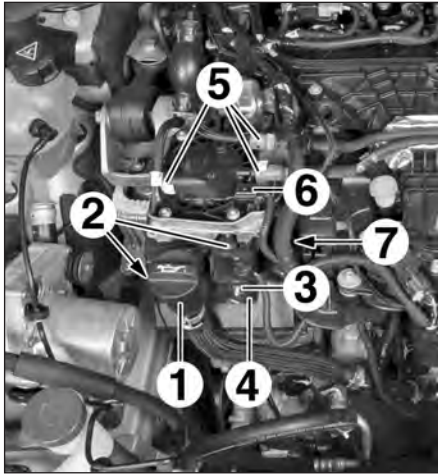

FIG.3
- Dégrafer et écarter la goulotte de remplissage d'huile moteur (1) (Fig.3).
- les vis (2),
- l'écrou (3),
- la protection (4).
- les canalisations de carburant (5),